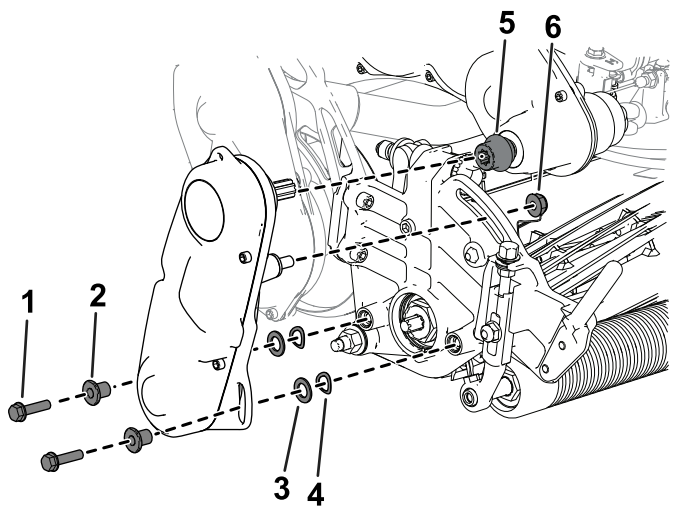

Figure 8
- D. Installez le coupleur sur l'arbre d'entraînement de la transmission (Figure 8).
- E. Utilisez les fixations retirées précédemment pour monter l'entraînement du cylindre sur l'unité de coupe (Figure 8).
- F. Vérifiez que le coupleur (Figure 8) peut coulisser facilement sur l'arbre d'entraînement de la transmission